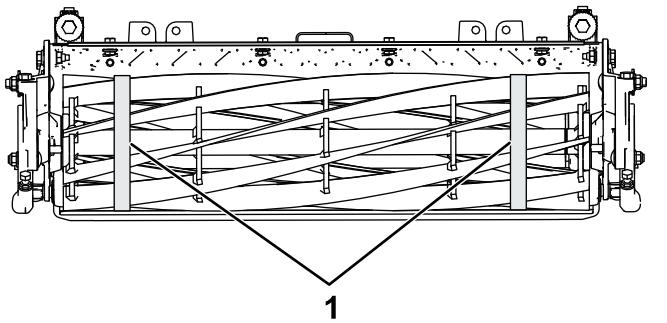

Figura 28
3. Con un nastro per la misurazione del diametro, misurate il diametro esterno del cilindro a entrambe le estremità (Figura 28); la differenza del diametro esterno tra le estremità dovrà essere inferiore a 0,250 mm. Se la differenza è maggiore, eseguire la molatura per correggere la differenza.